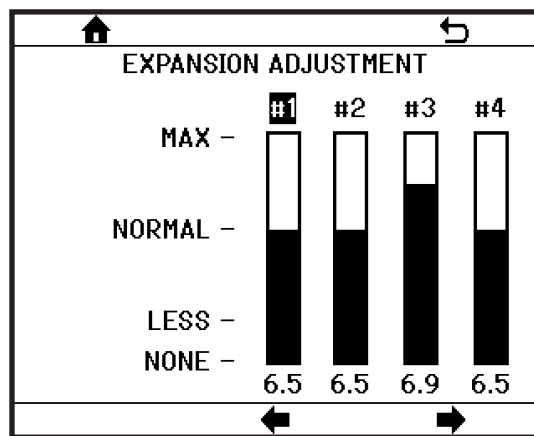

Figure 7.20
- **AJUSTEMENT DE L'EXPANSION:** Utilisé pour ajuster la quantité de gaz dans une boisson (Figure 7.20). La plage de valeurs est limitée en fonction du type de gaz et de boisson configuré.
RÉGLAGE DE L'EXTENSION (Figure 7.20) - La quantité de gaz dans la boisson peut être ajustée dans ce menu. L'ajustement va de «MAX» (niveaux de gaz élevés, forte expansion) à «MOINS» (niveaux de gaz inférieurs, faible expansion). Sélectionnez le numéro du cylindre et ajustez le graphique à barres vers le haut ou vers le bas.